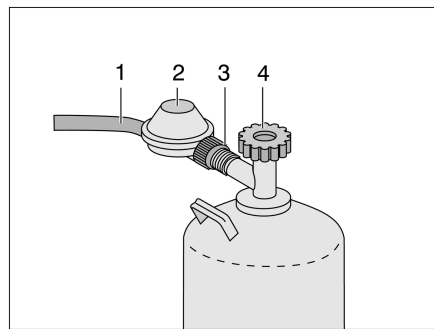

Fig. 239 Conexión de la bombonas de gas
- Cerrar la llave de paso principal (Fig. 239,4) de la bombona de gas. Observar el sentido de la flecha.
- Retener el regulador de presión de gas (Fig. 239,2) y abrir la tuerca moleteada (Fig. 239,3) (rosca a la izquierda).
- Retirar el regulador de presión de gas con la goma del gas (Fig. 239,1) de la bombona de gas.
- Acoplar el regulador de presión de gas (Fig. 239,2) con goma del gas (Fig. 239,1) a la bombona de gas y apretar la tuerca moleteada (Fig. 239,3) con la mano (rosca a la izquierda).